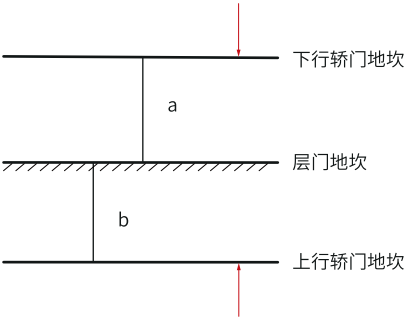

图22-19 欠平层
- 1. 如果停梯时欠平层（如第394页“图22-19”），F4-00增大H， $H = (a+b) / 2$ 。